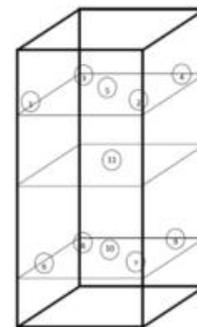
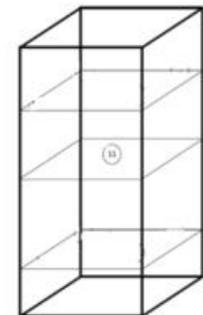

Fig 1
Fig 2
- Déterminez dans un premier temps le ou les endroits où les vaccins doivent être stockés. Les enregistreurs de température doivent être répartis sur le volume qui sera utilisé pour le stockage du vaccin. Un exemple de la répartition des enregistreurs se trouve dans la figure. 1. Si le vaccin ne doit être stocké qu'à un seul endroit, il suffit de mesurer la température à cet endroit (par exemple, fig. 2). Dans ce cas, gardez à l'esprit que de grandes différences de température peuvent se produire entre un emplacement à l'arrière et à l'avant du réfrigérateur